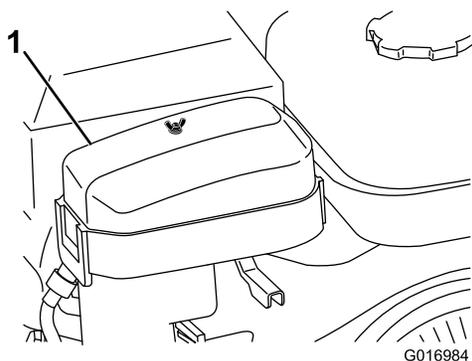

Рисунок 28
2. Снимите барашковую гайку, которая крепит крышку воздухоочистителя, и снимите крышку (Рисунок 28).